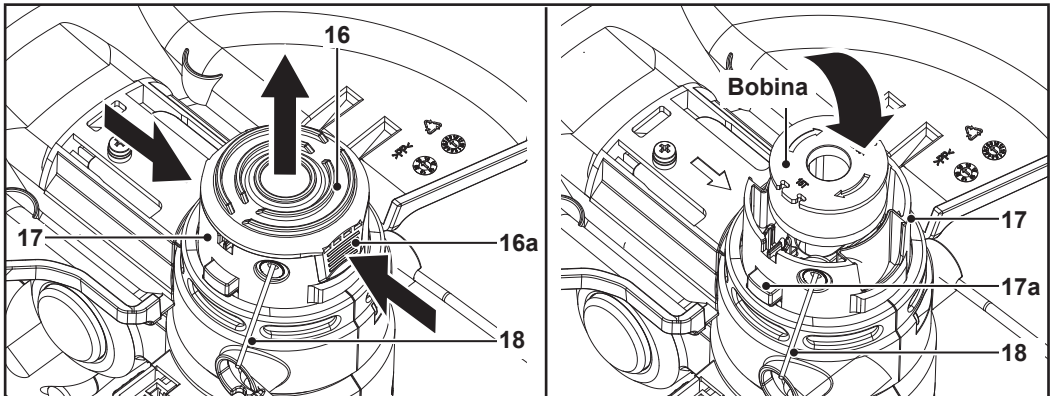
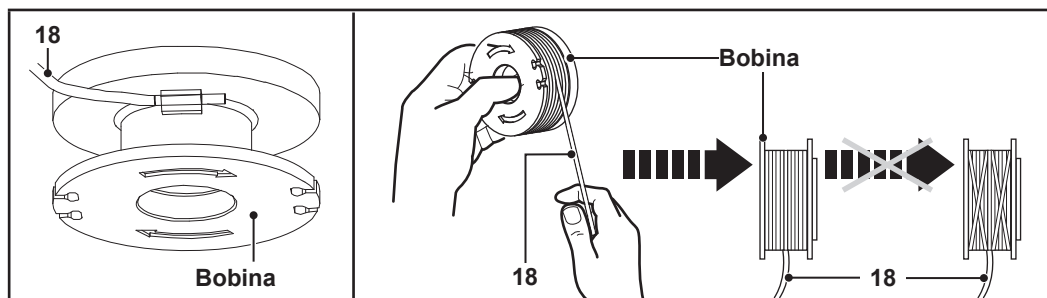

Fig. 11
Fig. 12
1. Retire la batería (19).
2. Abra el alojamiento de la bobina (17): Presione simultáneamente los dos botones de liberación (16a) de la tapa de la bobina (16) (Fig. 11). Puede utilizar una herramienta (por ejemplo, un destornillador) para levantar la tapa de la bobina.
3. Retire la tapa de la bobina (16) (Fig. 11).
5. Saque el extremo del hilo de corte (18) de la nueva bobina por la ranura del alojamiento de la bobina (17). Extraiga unos 15 cm de hilo de corte fuera del alojamiento de la bobina.
6. Introduzca la nueva bobina en su alojamiento (17) (Fig. 11).
7. Vuelva a colocar la tapa de la bobina (16) en el alojamiento de la bobina (17). Asegúrese de que los botones de liberación (16a) de la tapa de la bobina encajan en los huecos del alojamiento de la bobina.
5. Deseche todo el hilo de corte restante (18) de la bobina.
6. Limpie el alojamiento de la bobina (17) y la bobina.
7. Corte un nuevo hilo de corte (18) de 4 m de largo con un diámetro de 1,6 mm.
8. Pase un extremo del nuevo hilo de corte (18) por el ojal pequeño de la bobina de corte en la dirección de las flechas (Fig. 12).
9. Enrolle todo el hilo de corte (18) firmemente alrededor de la bobina en el sentido de las flechas de la bobina (Fig. 12).